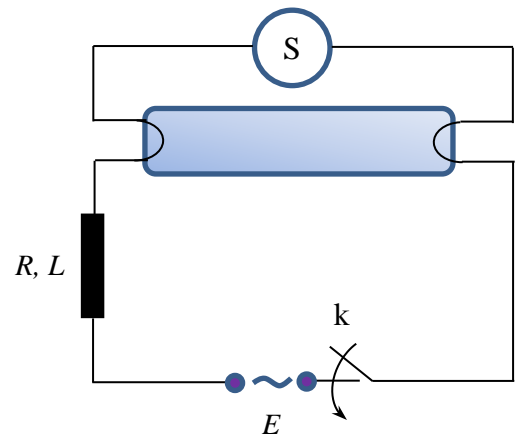

Fig. 1
Orice lampă fluorescentă poate funcționa atât în curent continuu, cât și în curent alternativ. În cazul funcționării lămpii în curent alternativ, pentru a stabili curentul prin circuitul de alimentare la o valoare predeterminată, evident, după aprinderea descărcării, în serie cu lampa se conectează o bobină cu miez de fier (numită și *balast*). Un alt element important este *starterul* (v. Fig. 1), un dispozitiv special care are rolul de a iniția descărcarea luminescentă în tub. Acesta este un mic tub de descărcare umplut cu neon sau argon la presiune scăzută și care are drept unul dintre electrozi o lamelă bimetalică. La conectare, între electrozii starterului se produce un arc electric. Aceasta face ca bimetalul să se încălzească, să se curbeze și să atingă celălalt electrod, închizând astfel circuitul și permițând electrozilor lămpii să se încălzească și să emită electroni. După ce se răcește, bimetalul se desprinde de celălalt electrod, întrerupând circuitul prin starter. Tensiunea autoindusă în bobină face însă ca tensiunea prin circuitul de alimentare să crească până la o valoare suficientă pentru declanșarea descărcării în tubul fluorescent. Pentru simplitate, în cele ce urmează, lampa fluorescentă se va considera un rezistor ohmic.
- b) Montajul schițat în Fig. 1 poartă numele de montaj cu balast inductiv. Există și un montaj cu balast capacitiv și acesta se obține prin înserierea cu bobina a unui condensator. Rolul acestuia este de a compensa reactanța inductivă, de a crește factorul de putere și de a micșora curentul efectiv prin circuit. Dacă capacitatea condensatorului este $C = 5,0 \mu\text{F}$, iar bobina rămâne cea de mai sus, determină noul factor de putere și intensitatea curentului, dacă puterea activă solicitată de montaj de la sursa de alimentare rămâne aceeași ca cea calculată la a).